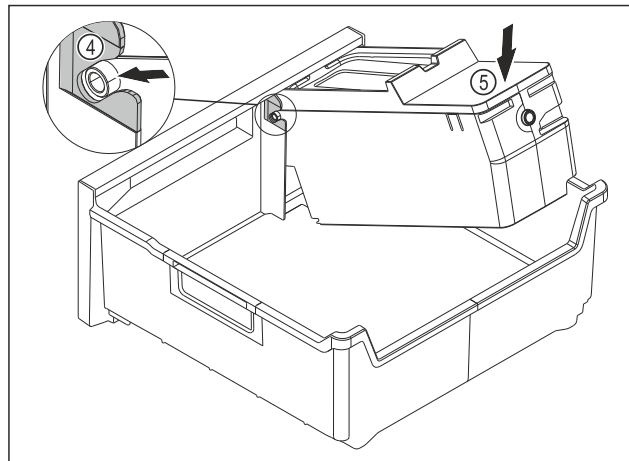

Fig. 192
- Монтаж на корпуса на EasyTwist-Ice: Вкарайте осите на корпуса на EasyTwist-Ice във водачите Fig. 192 (4).
- Натиснете надолу корпуса на EasyTwist-Ice Fig. 192 (5) отзад.